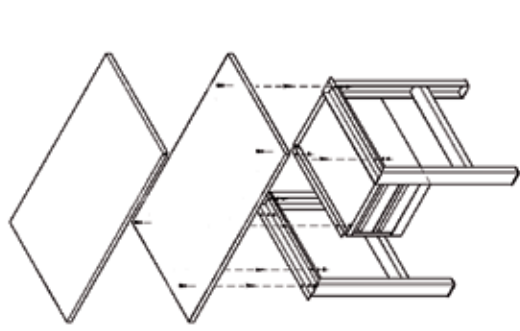

Рис. 4
3. Снять со столешницы 1 защитный лист из оцинкованного металла и положить ее на опору 2 с тумбой подвесной и опору 3. Прикрепить столешницу к тумбе подвесной и внутренним отверстиям опоры 3 (винт 9, гайка 10, шайба 14). (Рис.4).
4. Надеть на столешницу защитный лист из оцинкованного металла и прикрепить его к столешнице через боковые отверстия (шуруп 16). (Рис.4).